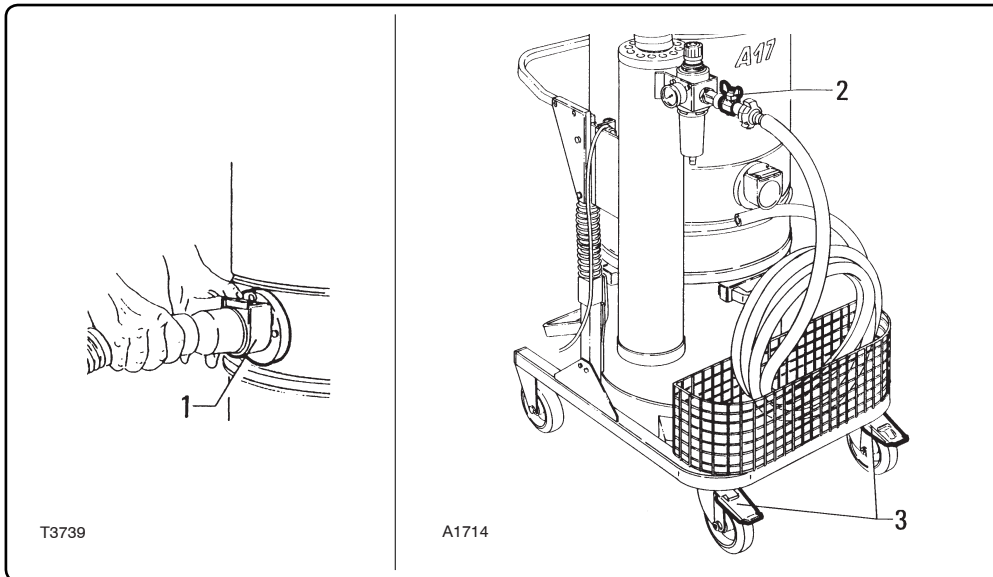

Fig. 6.2.1
6.3 - Arresto (fig. 6.2.1)
6.3 - Stopping (fig. 6.2.1)
6.3 - Arrêt (fig. 6.2.1)
6.3 - Parada (fig. 6.2.1)